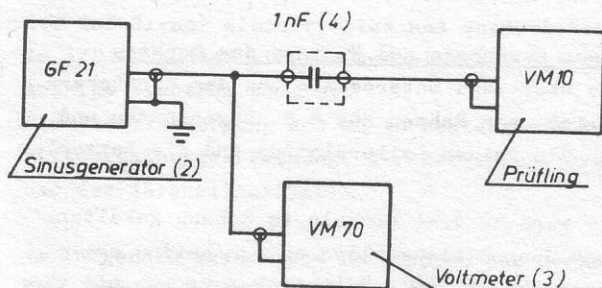

Bild 2: Meßaufbau für Frequenzgangmessungen
Meßaufbau: Die Ausgangsspannung des Sinusgenerators (2) wird mit dem Voltmeter (3) kontrolliert und über die Reihenskapazität (4) an den Eingang des Prüflings angelegt (siehe Bild 2).